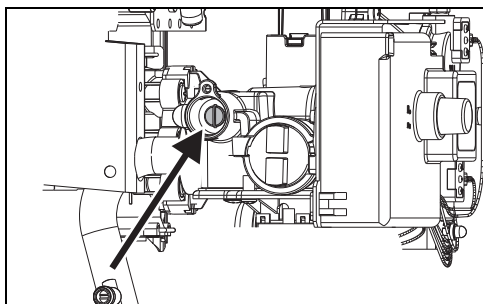

Fig. 12 Vite per regolazione della pressione massima
- ▶ Togliere il sigillo della vite (Fig. 12).
- ▶ Regolare la pressione mediante la vite (Fig. 12) attenendosi ai dati di pressione esposti nella tab. 6.